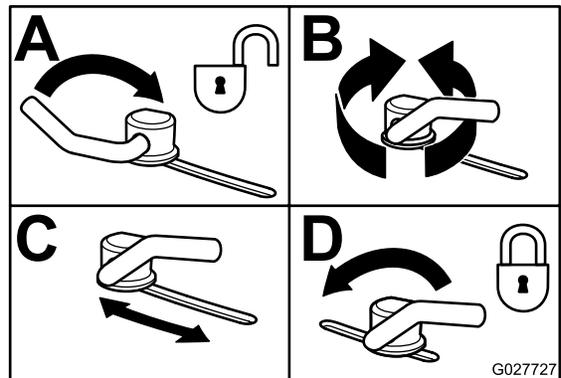

Bild 30
3. Wenn Sie die Haltenocken einstellen möchten, schieben Sie den Hebel nach oben und lösen Sie die Haltenocke (**Bild 30**).
5. Schieben Sie den Hebel zurück, um das Ablenkblech und die Haltenocken festzuziehen (**Bild 30**).